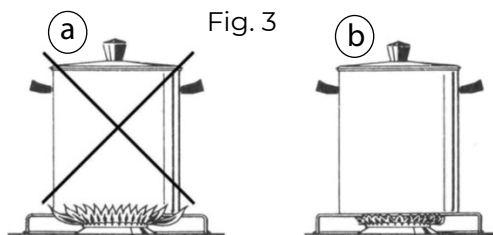

Fig. 3
• Es normal que el quemador una vez encendido tenga una llama vibrante, hasta que entre en régimen después de unos minutos de funcionamiento (b.Fig.3), entre cada llama existe una pequeña llama de estabilización que asegura una óptima llama quemador.
• En caso de que la llama del quemador no esté funcionando en forma normal (a.Fig.3), verificar que no hayan obstrucciones en el quemador, en el inyector, o que el tipo de gas de la cocina corresponda al que se está usando.